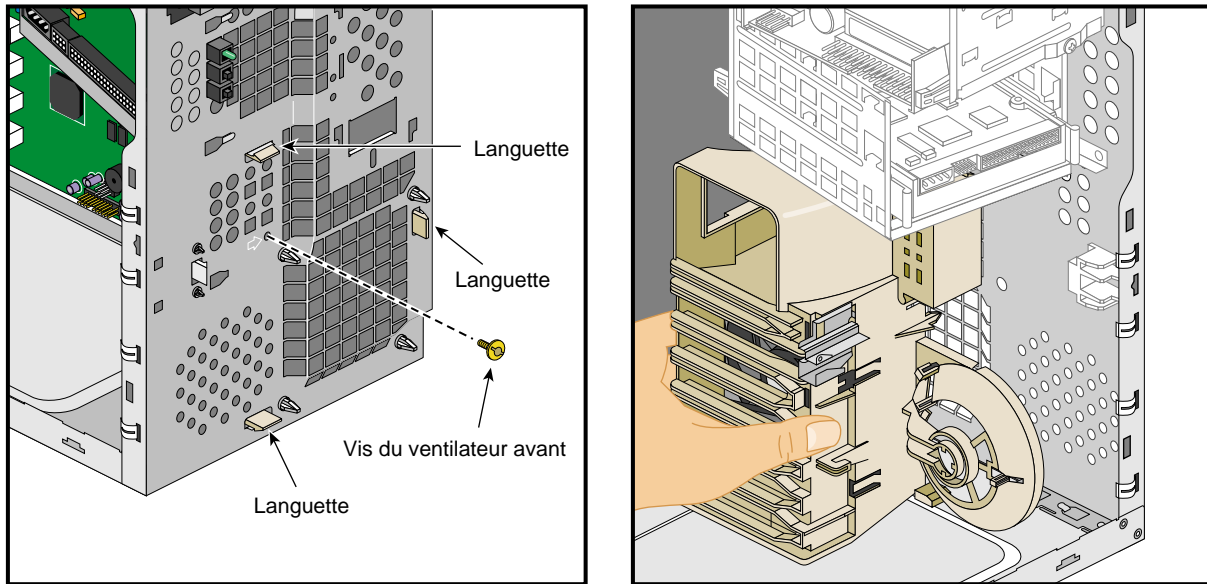

Figure 2-14 Démontage de la vis et dégagement des languettes du ventilateur avant
3. Enlevez la vis du ventilateur avant située sur le panneau avant. La Figure 2-14 montre la position de la vis.
4. Dégager les trois languettes l'une après l'autre (voir Figure 2-14) tout en maintenant le cadre en plastique du ventilateur à l'intérieur du châssis.